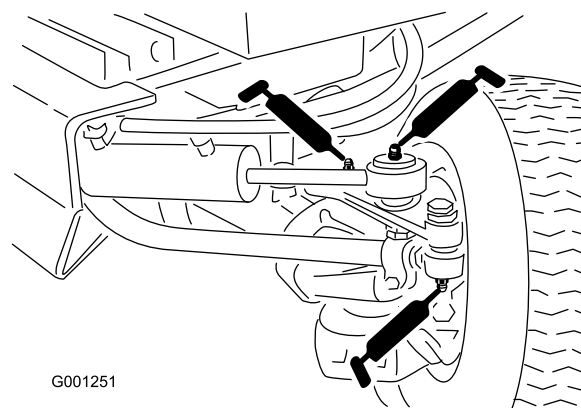

Figura 45
- Extremos de los tirantes (2) (Figura 45)
- Extremos de las bielas (2) (Figura 45)
- Puntos de giro de la dirección (2) (Figura 45)
- Pasador de giro del eje (Figura 45)